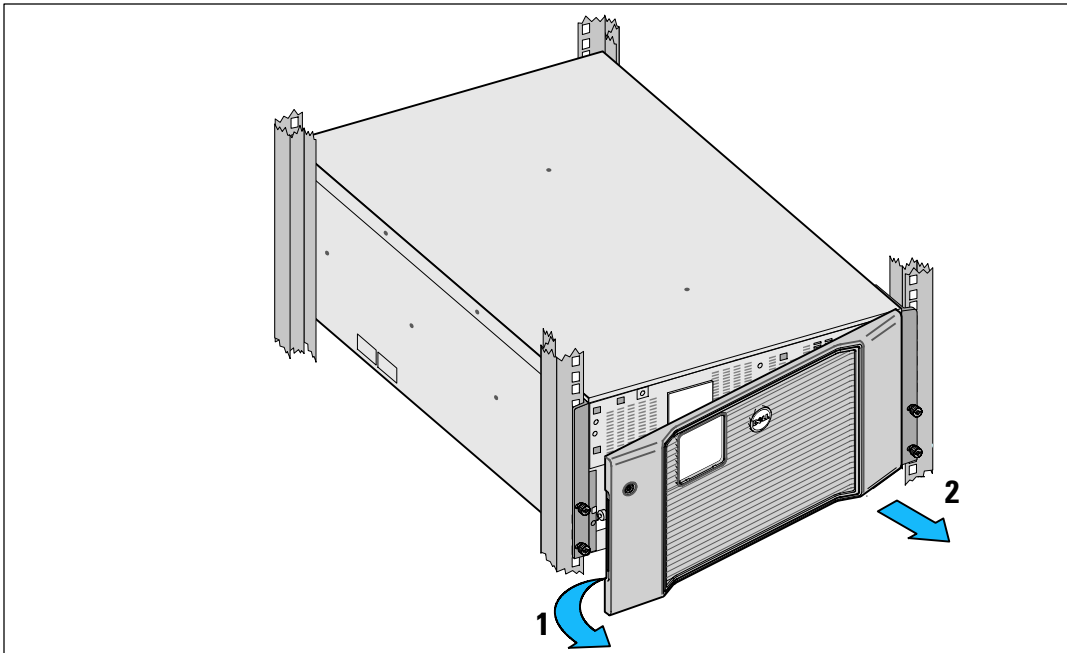

Figura 33. Remoción de la cubierta delantera del UPS
- 2 Retire la cubierta delantera del UPS (véase Figura 33):